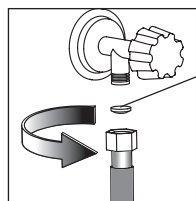
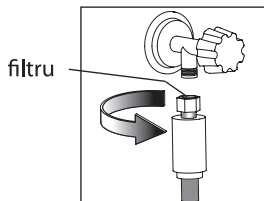
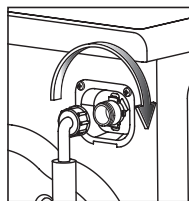

Figura 6
Figura 7
Figura 8
- A se verifica puritatea în furtunul de admisie în conformitate cu Figura 6 sau în furtunul de admisie cu sistem de protecție în conformitate cu Figura 7 (în funcție de configurație);
- Pentru a atășa furtunul la un niplu filetat de alimentare cu apă, în conformitate cu Figura 6 sau 7 strângeți puternic piulița cu miina așa cum se arată în Figura 8.